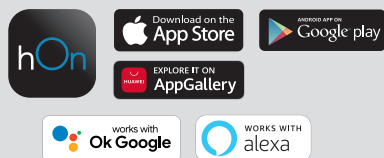

Fig. 3
1. Téléchargez l'application hOn sur l'App Store, Google Play ou Huawei AppGallery. Vous pouvez également la télécharger en scannant le code QR dans [Fig. 3]